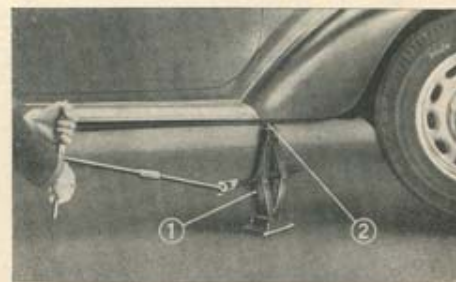

Fig. 39. - Sollevamento della parte anteriore della vettura.
sotto i longheroni in corrispondenza delle apposite borchie (2) (ved. fig. 39), qualsiasi altra parte è sconsigliabile.